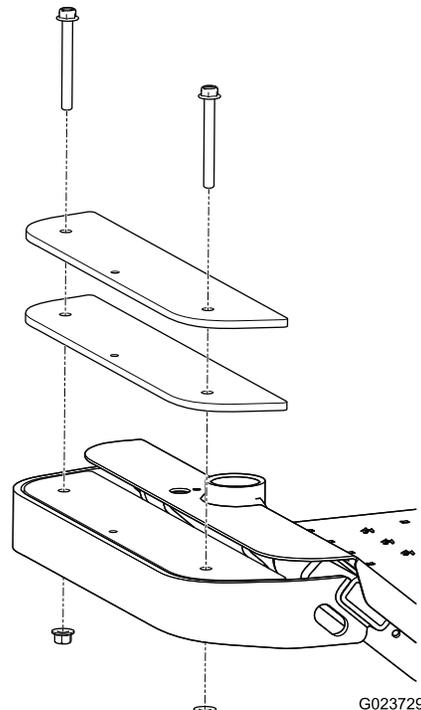

Bild 13
1. Entfernen Sie zwei Schrauben und zwei Muttern, mit denen der vorhandene Ballast vorne an der Maschine befestigt ist (Bild 13).